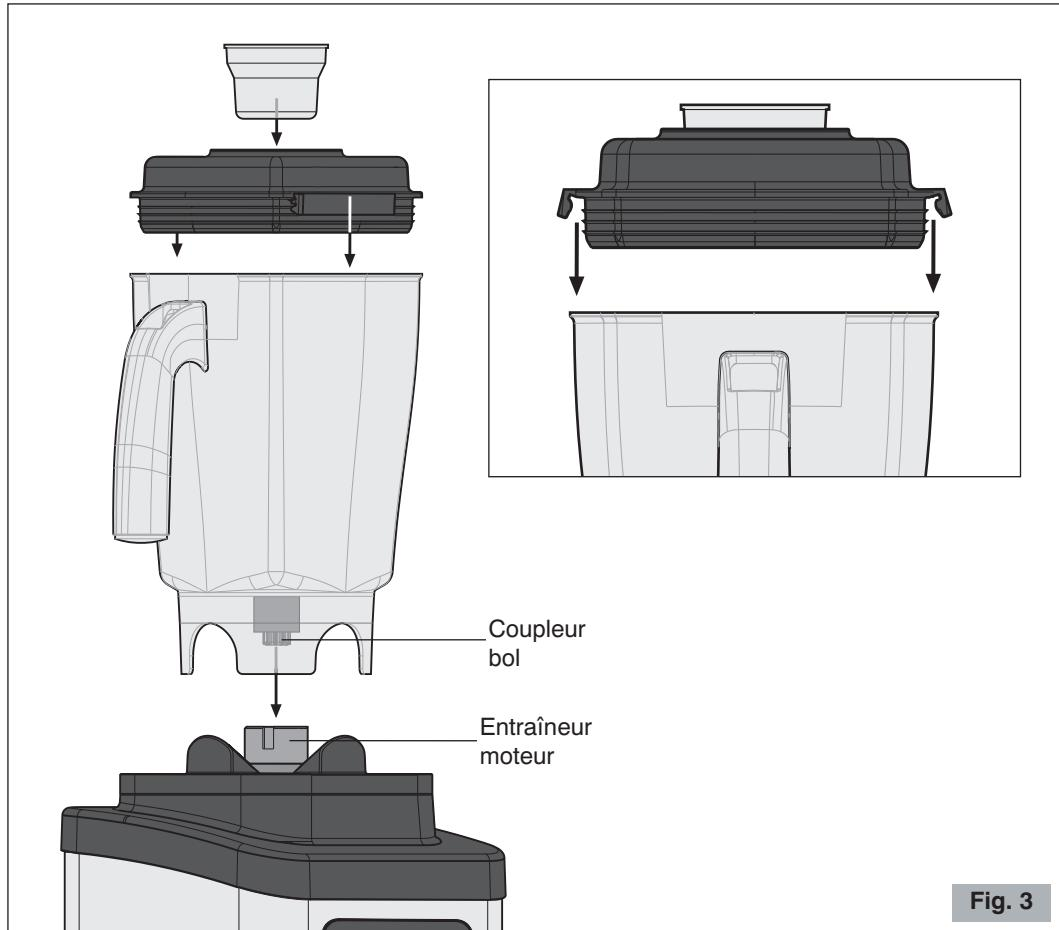

Fig. 3
- 2** Placer le récipient sur le socle en l'emboîtant dans son support comme indiqué dans la figure 3.
- 3** Mettre le couvercle dans le récipient en appuyant sur les crochets de fermeture (voir Fig. 3).